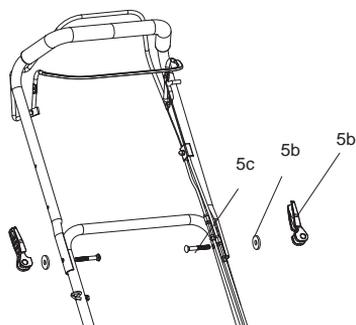

Fig. 2
- Aligner la poignée supérieure sur la poignée inférieure, puis bloquez-la à l'aide du bouton de verrouillage à came (5a), une rondelle plus épaisse (5b) et une vis à collet carré (5c) (Fig. 2).